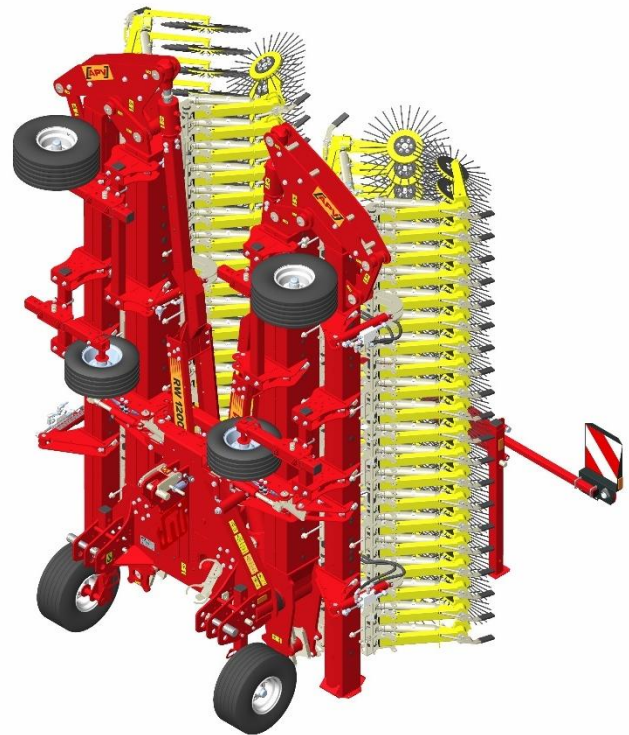

Figura 20
- La variantele de mașini RW 900 M1 (vezi ilustrație 17 și ilustrație 18) și RW 1200 M1 (vezi ilustrație 19 și Figura 20) se coboară mai întâi cele două suporturi de sprijin față și cele două suporturi de sprijin spate.